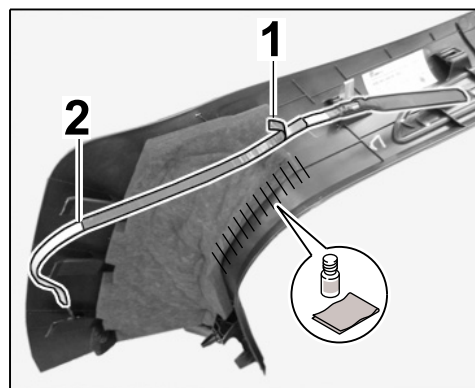

Рис. 24
- 3.3.3 Очистить нижнюю сторону (внутренней) накладки порога в области поверхностей приклеивания плоского провода (⇒ Рис. 24 -штриховка-) от пыли и жира с помощью изопропилового спирта.
Снять защитную пленку с плоского провода (⇒ Рис. 24).